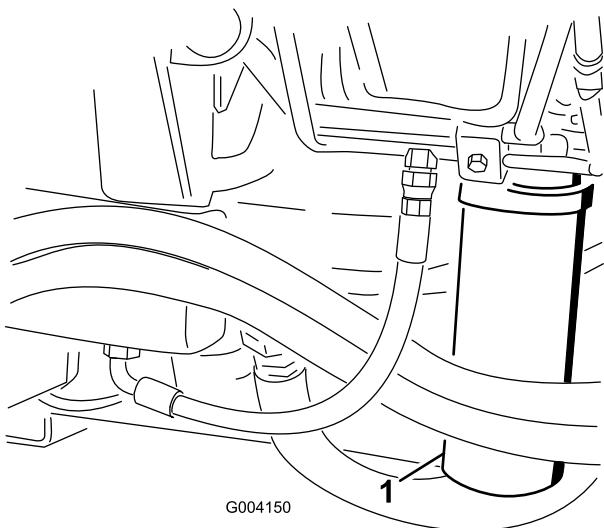

図 78
2. フィルタ取り付け部付近をきれいに拭い、下に容器を置く（図 77と図 78）。